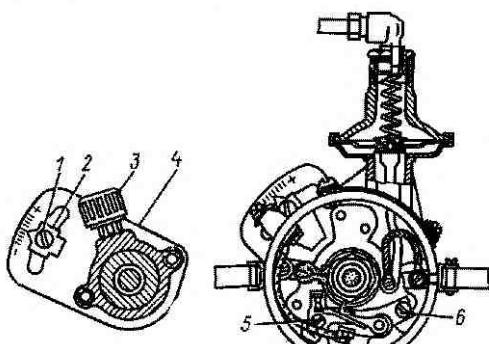

Рис. 32. Распределитель зажигания:
- Если зазор больше 0,4 мм или меньше 0,3 мм, ослабить винт 5 (рис. 32) крепления стойки неподвижного контакта и, вращая эксцентриковый винт 6, установить по шупу нормальный зазор.
6. Установить указатель 2 (рис. 32) октан-корректора в винт 1, в прорезь установочной пластины 4 распределителя. Повернуть корпус распределителя до совпадения указателя со средним делением октан-корректора и закрепить винтом 1.